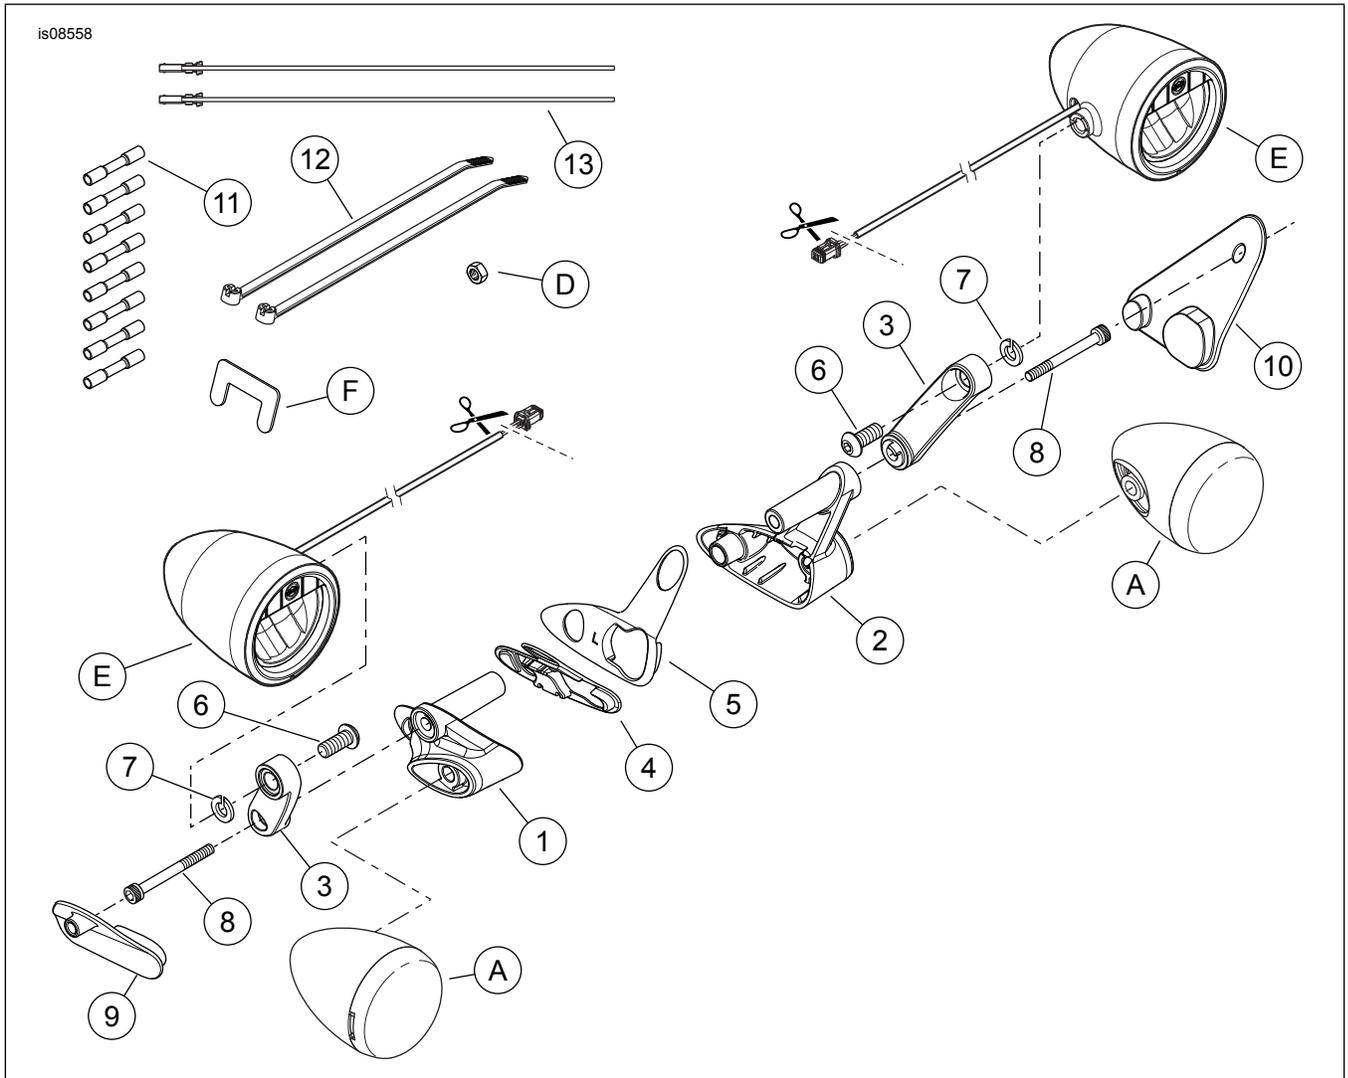

Figure 7. Pièces de rechange, Kits de feu auxiliaire à DÉL Road Glide
Voir Figure 7 et Tableau 1.
5. Voir Figure 7. Prendre dans le kit les guide-forets (9, 10). Positionner provisoirement un guide-foret dans les cavités de montage de feu de direction appropriées d'un côté du carénage. Noter les zones où le guide-foret est en contact avec la peinture du carénage.